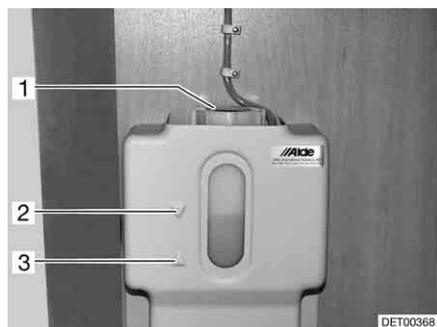

Fig. 267 Vase d'expansion pour le chauffage à eau chaude
- Contrôler si le liquide se trouve entre les marques "MIN" (Fig. 267,3) et "MAX" (Fig. 267,2) sur le vase d'expansion (Fig. 267).
- Ouvrir le bouchon du vase d'expansion (Fig. 267,1).